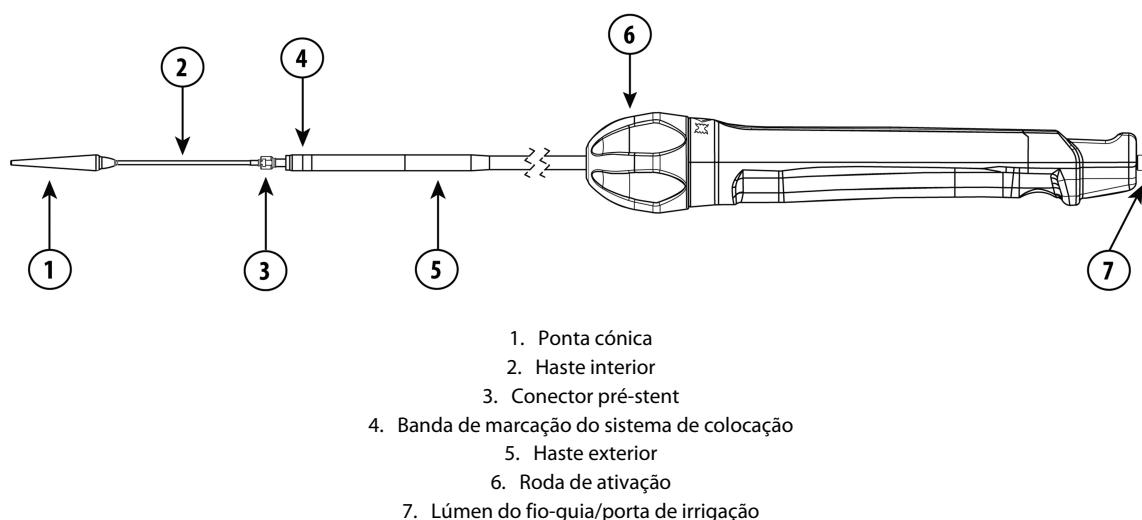

Figura 2: Sistema de colocação Edwards Alterra
• Sistema de colocação Edwards Alterra (Figura 2)